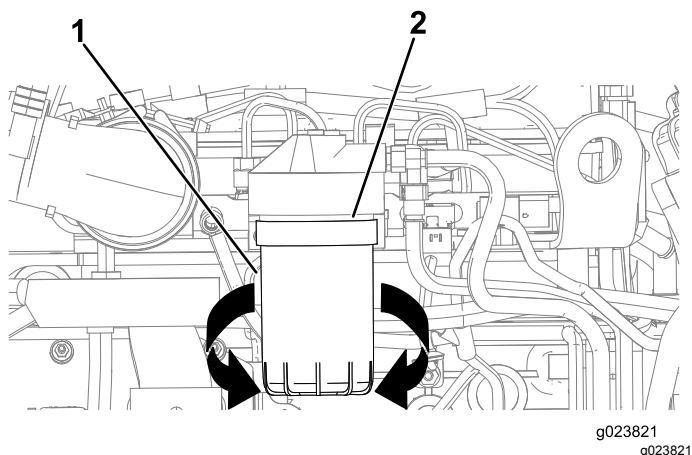

**Bild 99**
3. Stellen Sie eine Auffangwanne oder legen Sie mehrere Lappen unter den sekundären Kraftstofffilter und den Kraftstofffilter-Adapter (Bild 99).
4. Drehen Sie den Kraftstofffilter nach links und nehmen Sie ihn ab (Bild 99).
7. Fluchten Sie den Kraftstofffilter mit dem Kraftstofffilter-Adapter aus und drehen Sie ihn nach rechts, bis die Dichtung des Kraftstofffilters den Kraftstofffilter-Adapter berührt (Bild 99).
8. Ziehen Sie den Kraftstofffilter mit der Hand um eine weitere halbe Umdrehung an (Bild 99).